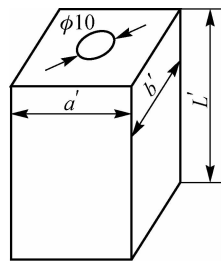

图 3-4 木心
(1) 制作木心。木心套在绕线机转轴上支撑绕组骨架,以便进行绕线。木心(见图 3-4)通常用杨木或杉木按铁心尺寸( $a \times b$ )稍加大些制成,尺寸为  $a' \times b'$ ,以便镶插硅钢片。木心的长度  $L'$  应比铁心窗口高度  $h$  大一些,木心中心孔直径为 10 mm,必须钻得正直;木心四边亦须垂直,否则绕线时会出现晃动、绕组不易平齐等缺点。木心的边角需要用砂纸略磨成圆角,以便套进骨架,绕好后抽取也容易。